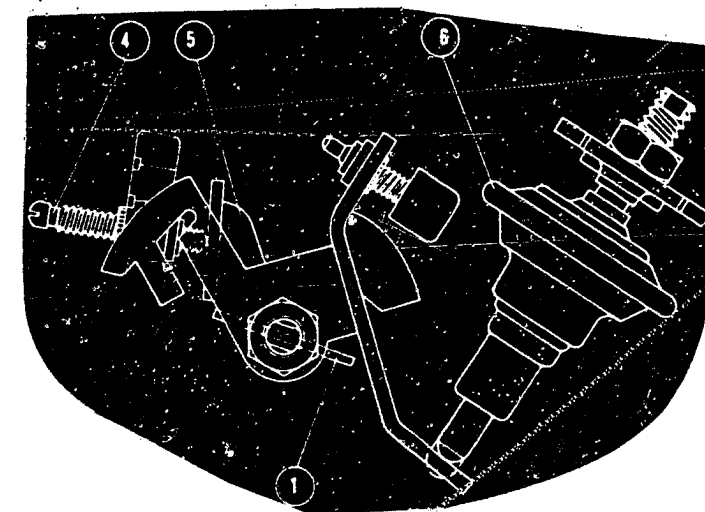

Bild 18 Drosselklappenhebel und -gestänge. 1 Drosselklappe – 4 Drosselklappenanschlagschraube – 5 Drosselhebel – 6 Drosselklappenschliessdämpfer.
l) **Leerlauf und Co einstellen:** Bei betriebswarmem Motor (Öltemperatur 60...80°C), einwandfreier Zündung und Gemischaufbereitung soll die Leerlaufdrehzahl bei mech. Getriebe 750...800, beim Automat 800...850/min und der CO-Anteil 1,5Vol% betragen. Die Drehzahl wird an der Drosselklappenanschlagschraube (Bild 18), der CO-Gehalt an der Gemischregulierschraube korrigiert.